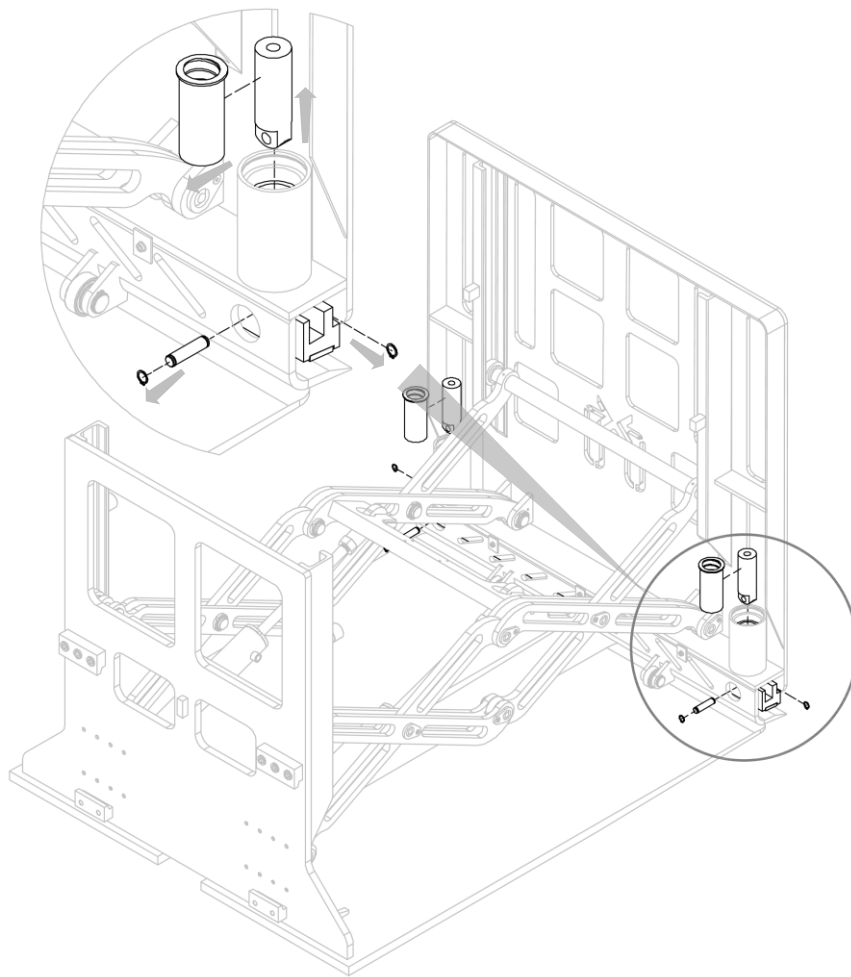

Figura 16
3. Rimuovere i perni di spinta lama (con le relative bronzine) dopo aver rimosso i perni (con i relativi anelli elastici) che li bloccano (vedi *Figura 16*).